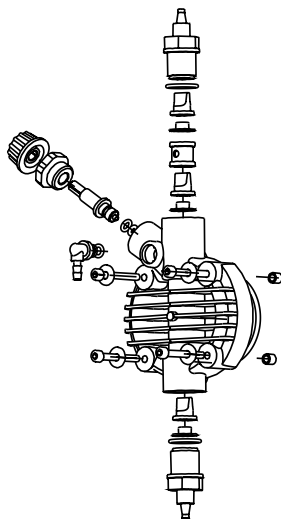

Fig. 11
3. Eliminar del cuerpo de la bomba todo líquido que allí se encuentre, desmontando y volviendo a montar el cuerpo de la bomba, utilizando los cuatro tornillos de fijación que vienen en dotación. (Fig.11).
2. Revise el funcionamiento de la bomba al menos cada 6 meses, así como la posición de los tornillos y de las juntas de impermeabilización. El control debe ser efectuado con más frecuencia en líquidos agresivos, prestando especial atención en la concentración de aditivo en la instalación. Su reducción podría ser debida al desgaste de las válvulas (en tal caso se deben sustituir siguiendo los pasos de la Fig.11) o al atasco del filtro, que se debe limpiar como se indica en el punto 3.
También se puede efectuar esta operación de la forma siguiente: una vez la bomba está desconectada de la instalación, sujete la bomba boca abajo por unos pocos segundos (15-30) sin que los tubos estén conectados a los empalmes. Si resulta imposible, desmontar y volver a montar el cuerpo de la bomba (Fig.11) utilizando los cuatro tornillos de fijación.